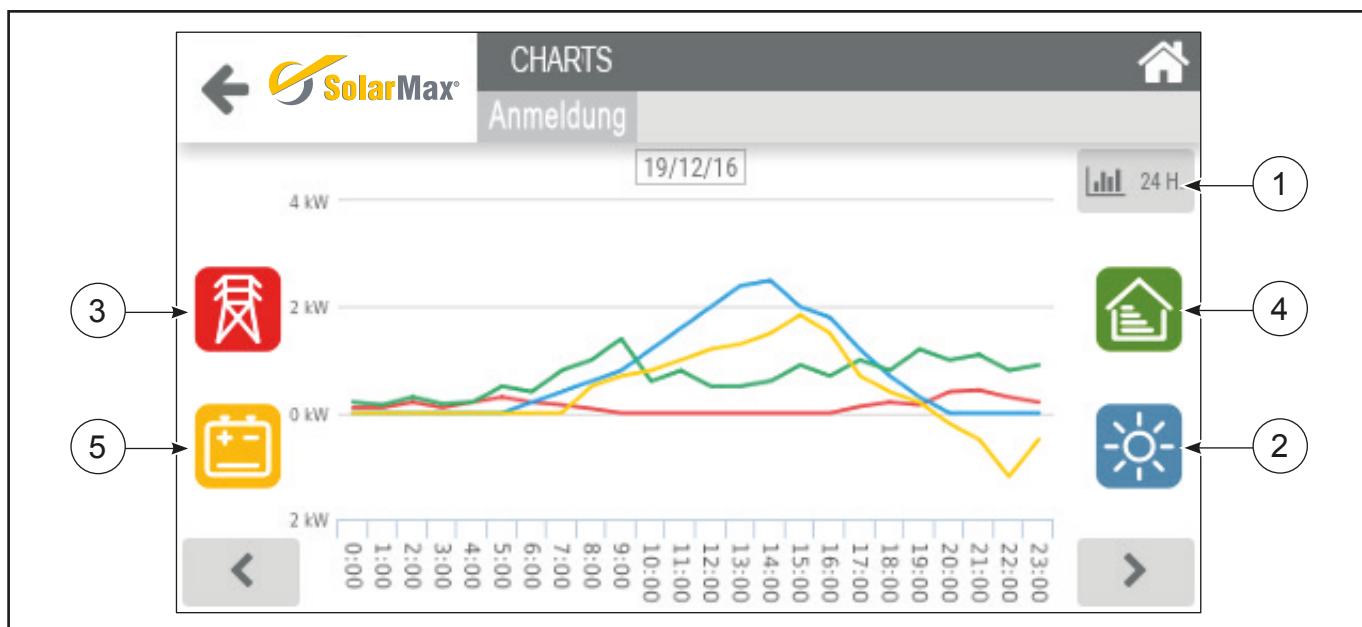

Abb. 1
1. Täglicher Verlauf der Leistungen Photovoltaik, Batterie, häusliche Last (Abb. 1).
1. **Taste "GRAFIKWAHL"** - Die Aktivierung der Taste ermöglicht die Wahl der verschiedenen Anzeigen (Abb. 1 und Abb. 2)